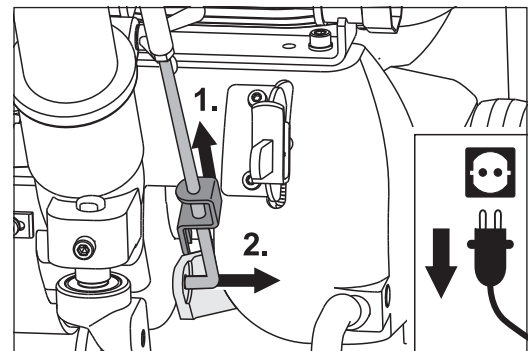
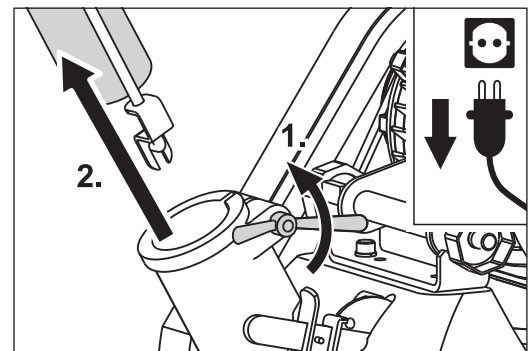

Abb. 24 Den Patentverschluss nach oben schieben (1.) und aushängen des Gestängeunterteils (2.).
Abb. 25 Die Flügelmutter öffnen (1.) und das Führungsrohr aus dem Maschinengehäuse ziehen (2.).
- 4 Hängen Sie das Gestängeunterteil an der Abhebevorrichtung aus (Abb. 24). Öffnen Sie die Flügelmutter am Stutzen des Maschinengehäuses (Abb. 25, 1.) und ziehen Sie das Führungsrohr heraus (Abb. 25, 2.).